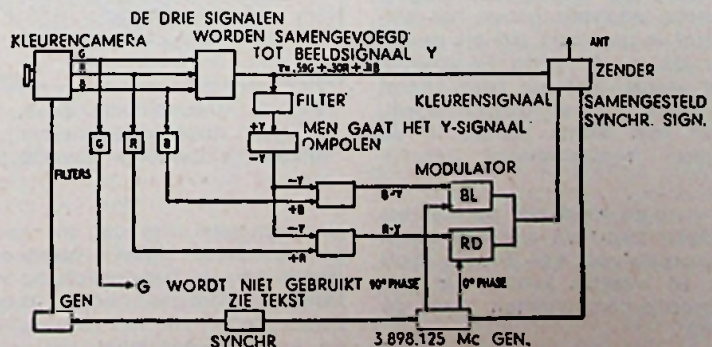

Fig. 2. BLOK-SCHEMA van de N.T.S.C. kleuren TV-zender.
3. We gaan nu weer naar fig. 2 terug en merken op dat $R-Y$ en $B-Y$ twee sinus-vormige spanningen moduleren, die precies dezelfde frequentie hebben, maar met een faseverschil van 90° . Nadat deze beide signalen samengevoegd zijn, ontstaat een dubbelfasige overbrenging.
Het zou erg eenvoudig zijn, als we nu konden zeggen: „Nu dan maken we even een oscillatortje, dat we afstemmen op 1007 kc. en de zaak is voor elkaar! Helaas (of gelukkig, anders was er geen lol meer aan) zou het geen radio-techniek zijn, als er niet een addertje in het gras zat. Een oscillator te maken, die nu eens eventjes precies op het zoveelste gedeelte van een periode nauwkeurig is, én constant blijft én over de gehele midden-golfband variabel én in fase met het ontvangen signaal is, is een opgave, die niet even op een regenachtige Zondag opgelost kan worden. Maar gelukkig is er een andere weg. We kunnen de oscillator n.l. synchroniseren met het ontvangen signaal. We kennen het woord synchronisatie van de televisie en inderdaad is het hier iets dergelijks dat plaats vindt. Als we het ontvangen signaal (na versterking, anders is het te zwak) toevoeren aan de oscillator, dan zal deze, als zijn frequentie niet te veel verschilt van die van het ontvangen signaal, vanzelf in de pas gaan lopen. Zo'n gesynchroniseerde oscillator (fig. 2) is eigenlijk niets anders dan een gewone oscillator, waaraan alleen op een of andere manier de synchronisatie-spanning wordt toegevoerd. In fig. 2 gebeurt dit door een weerstand in de roosterketen te schakelen; waaraan de synchronisatie-spanning wordt gelegd.